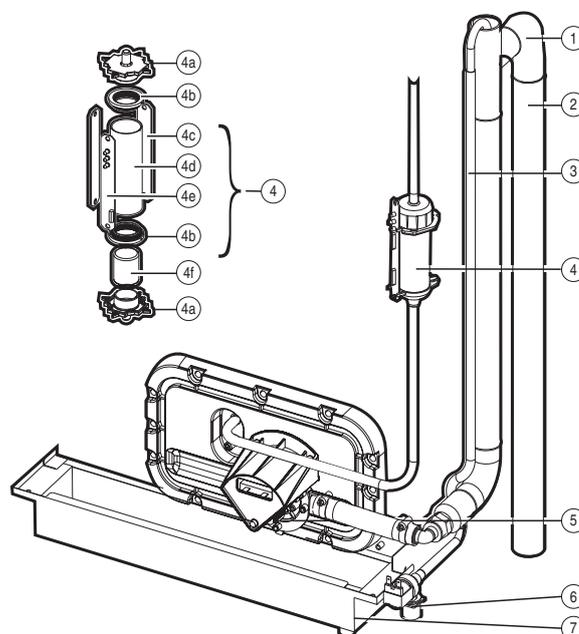

Fig. 2.e
• **Elettrovalvola di alimento** (Fig. 2.d, part. n. 3 - Fig. 2.e, part. n. 6)
• **Collettore di alimento e drenaggio** (Fig. 2.d, part. n. 6)
• **Elettrovalvola di drenaggio/pompa di scarico** (Fig. 2.d, part. n. 5 - Fig. 2.e, part. n.5)
• **Vaschetta di alimento** (Fig. 2.d, part. n. 1)